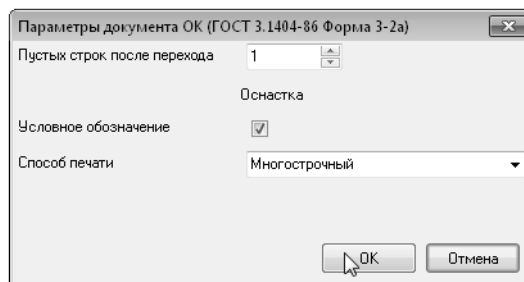

Рис. 9.12.
37. В открывшемся диалоге установите значение 1 в поле, определяющем количество строк, которые необходимо оставлять пустыми после текста перехода (рис. 9.12). Поставьте галочку в ячейке **Условное обозначение** и нажмите кнопку **OK**.